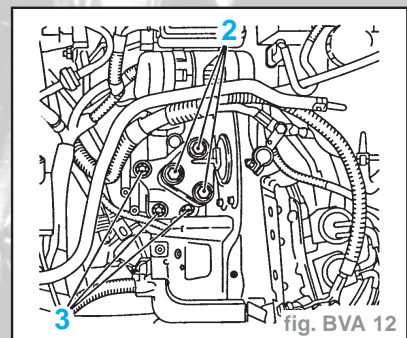

fig. BVA 12
- Enlever les vis de fixation (2) pour bloc amortisseur moteur gauche (fig BVA. 12).
- Enlever les vis de fixation (3) pour support de bloc amortisseur moteur gauche de la boîte de vitesses.
- Déposer les conduites de refroidissement d'huile (1) du couvercle latéral et de la boîte de vitesses. Disposer une